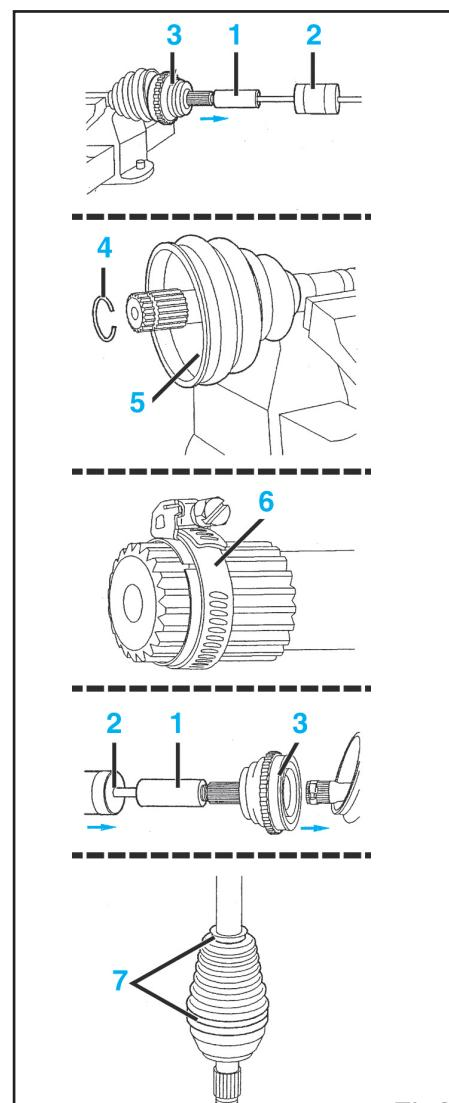

Fig.3
Enfiler le soufflet sur la tulipe du joint homocinétique jusqu'à la mise en place correcte des talons du soufflet sur la gorge de l'arbre (Fig.3).
Visser sur la transmission le manchon fileté PSA 4083-T (1) puis sur celui-ci un extracteur à inertie PSA 1671-T (2) (Fig.3).